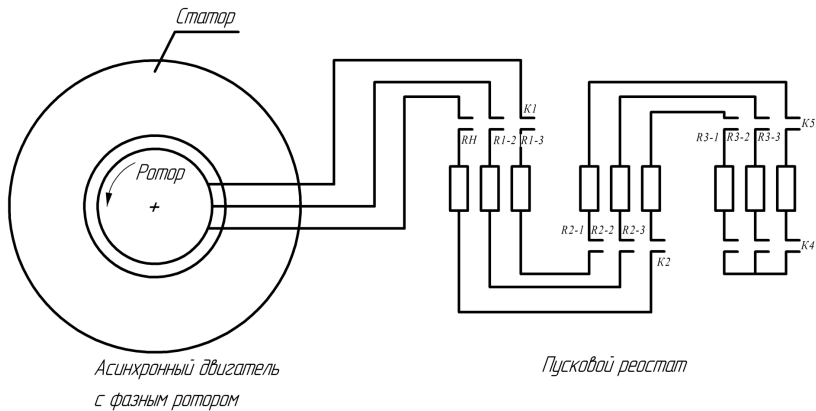

Рис. 25
5. На рис. 25 изображена схема асинхронного двигателя с фазным ротором и пусковым реостатом с контактами подключения $K1...K5$. Укажите последовательность замыкания и размыкания контактов $K1...K5$ пускового реостата при увеличении скорости двигателя от нуля до установившейся. Постройте семейство механических характеристик асинхронного двигателя, соответствующих каждому положению замкнутых контактов. Укажите с помощью этих характеристик траекторию изменения частоты вращения и момента при пуске двигателя.